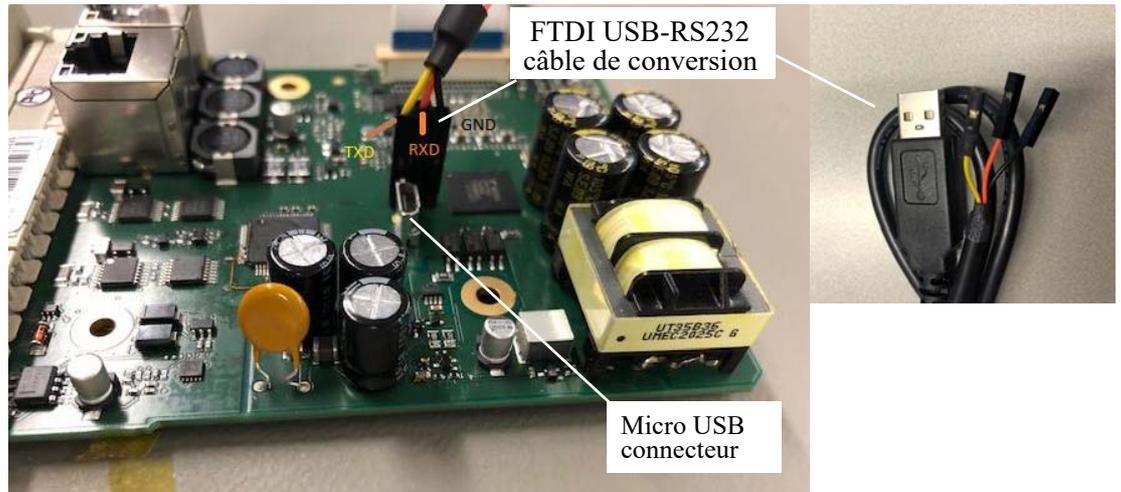

Figure 5-1. Port série et connecteur micro USB
3. Brancher le connecteur micro-USB du PFEA122 au PC à l'aide d'un câble USB, voir Figure 5-1.